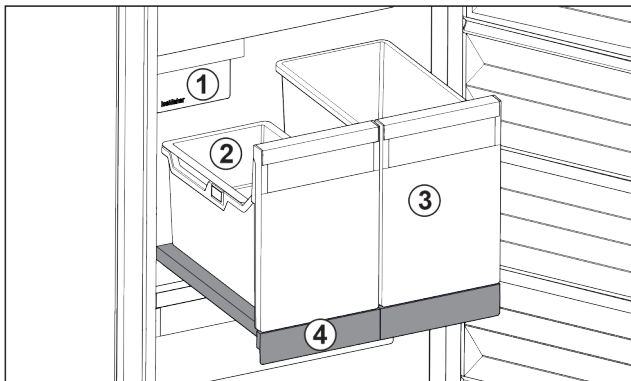

Fig. 93 Auszugsbord mit IceTower
- (1) IceMaker
- (2) Einhängeschale für Eiskwürfel
- (3) Behälter für z. B. Pizza, alkoholische Getränke
- (4) Auszugsbord
Auf dem Auszugsbord sind zwei hohe Behälter (IceTower). Im Behälter Fig. 93 (2) werden Eiskwürfel aus dem IceMaker gesammelt und gelagert. Behälter Fig. 93 (3) eignet sich für die Lagerung von hohen Lebensmitteln wie Pizzen oder alkoholischen Getränken.